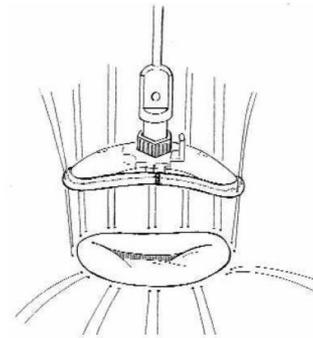

図4
- (1) ファブリックに縫合糸をすべてかけ、リングをそのまま弁輪に落とし込む (図4)。形状を維持するため、縫合糸を結紮するまでホルダを外さないことを推奨する。